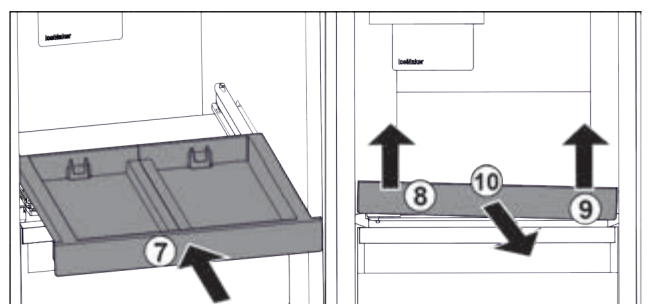

Fig. 82
- ▶ Вставити витяжну панель. Fig. 82 (7)
- ▶ Підняти витяжну панель спереду ліворуч. Fig. 82 (8)
- ▶ Підняти витяжну панель спереду праворуч. Fig. 82 (9)
- ▶ Витяжну панель витягнути вперед. *Fig. 82 (10)*